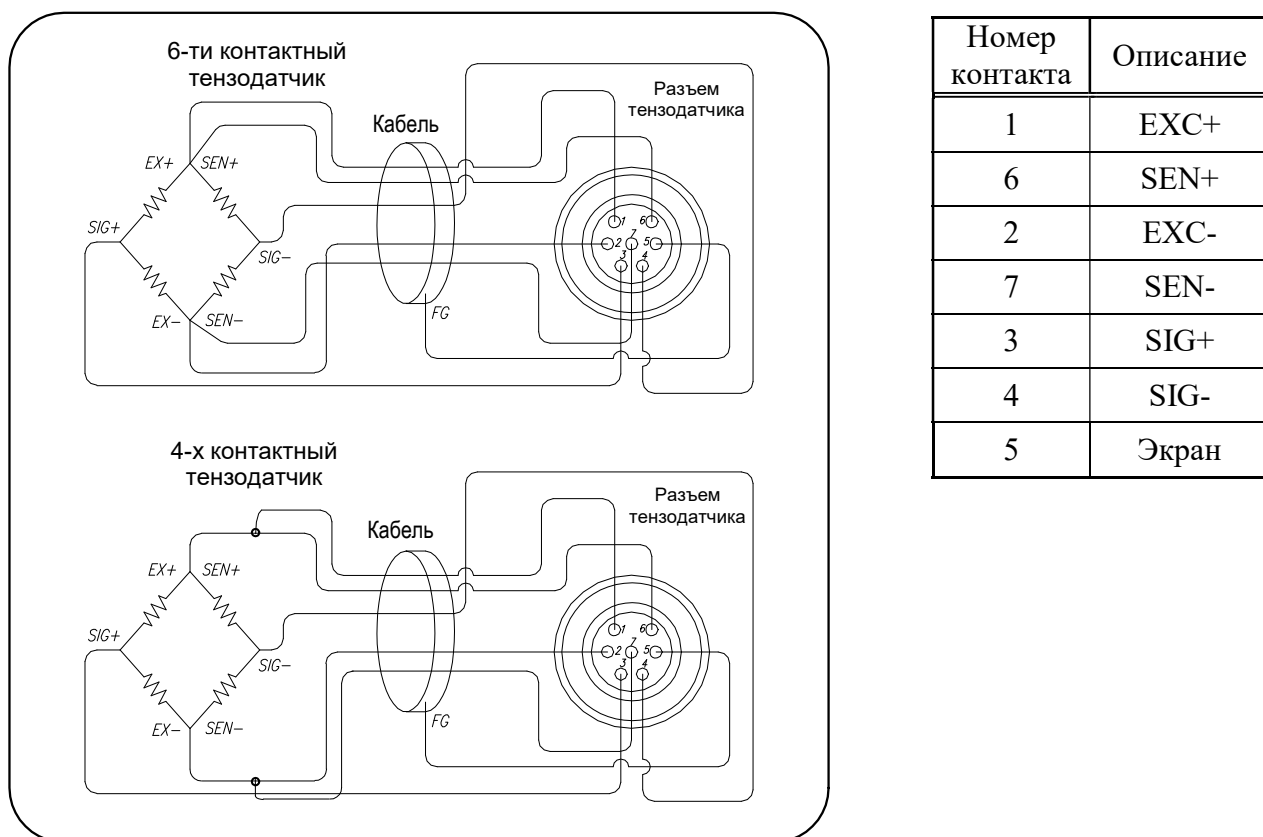

Рисунок 5.1 – Схема подключения 4-х и 6-ти контактного тензодатчика к индикатору
- Подключить разъем провода тензодатчика к соответствующему разъему, находящемуся в нижней части стойки индикатора. (рис.5.1)